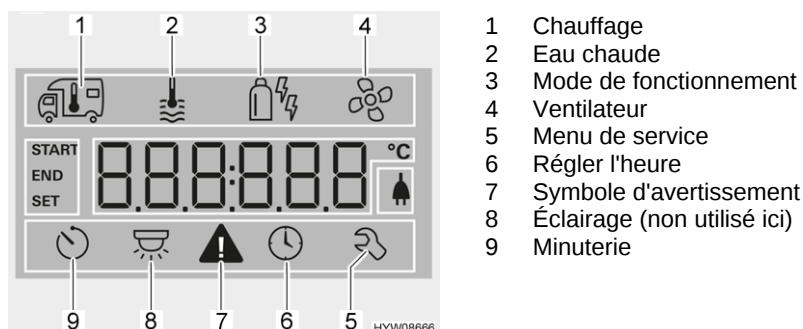

Fig. 154 Écran (unité de commande)
- Tourner le bouton-poussoir tournant (Fig. 153,6) jusqu'à ce que le symbole de menu du chauffage (Fig. 154,1) clignote.
- Tourner le bouton-poussoir tournant (Fig. 153,6) jusqu'à ce que le symbole de menu de l'eau chaude (Fig. 154,2) clignote.
- Tourner le bouton-poussoir tournant (Fig. 153,6) jusqu'à ce que le symbole de menu de mode de fonctionnement (Fig. 154,3) clignote.
- Tourner le bouton-poussoir tournant (Fig. 153,6) jusqu'à ce que le symbole de menu du ventilateur (Fig. 154,4) clignote.
- Tourner le bouton-poussoir tournant (Fig. 153,6) jusqu'à ce que le symbole de menu de la minuterie (Fig. 154,9) clignote.
- Appuyer sur le bouton-poussoir tournant. La minuterie est activée. Le symbole de la minuterie (Fig. 154,9) clignote quand cette dernière est programmée et active.
En cas d'avertissement, le symbole correspondant (Fig. 154,7) clignote. Le chauffage continue de fonctionner. Le symbole d'avertissement s'éteint de lui-même quand il ne s'agit que d'un dérangement passager.